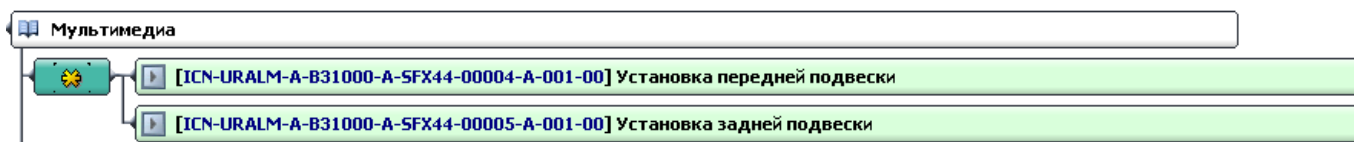

Рисунок 111
- 6) Введите коды модулей данных и названия (рисунок 111).